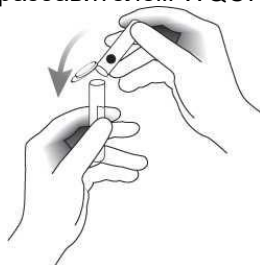

Рисунок 36: Добавление шарика
10. Держите пробирку с разбавителем WQC вертикально. Затем переверните флакон WQC, содержащий шарик, так, чтобы шарик упал в трубку с разбавителем WQC (рис. 36 (стр. 36)). Убедитесь, что шарик не прилипает к пробирке с разбавителем, так как он не будет восстанавливаться должным образом. Если вы не уверены, утилизируйте пробирку и повторите попытку, используя другую пробирку с разбавителем WQC.